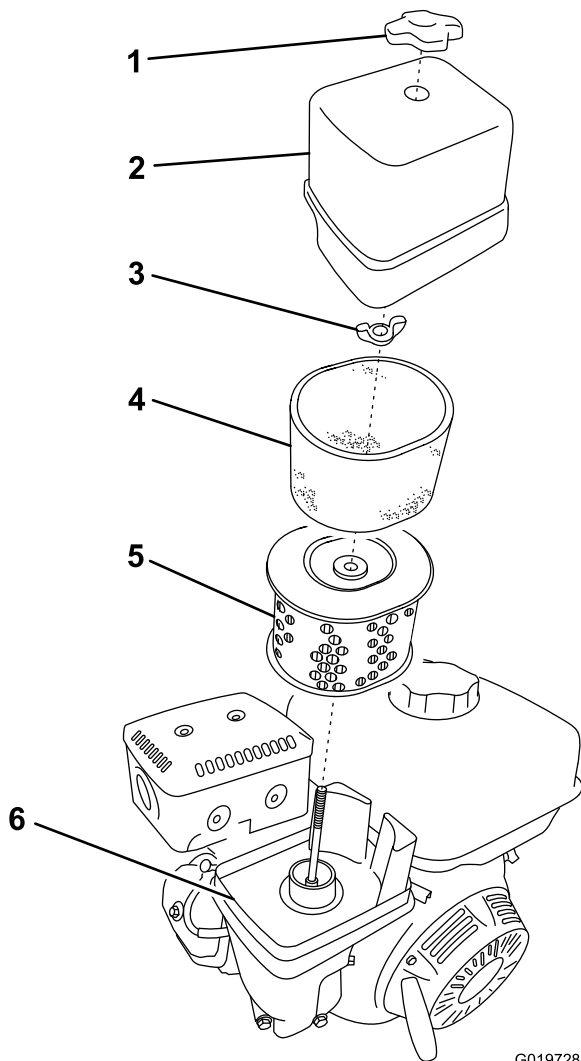

Figure 44
3. Retirez l'écrou de fixation du couvercle (Figure 44).
5. Déposez les éléments en mousse et papier de la base (Figure 44).
6. Sortez l'élément en mousse de l'élément en papier (Figure 44).